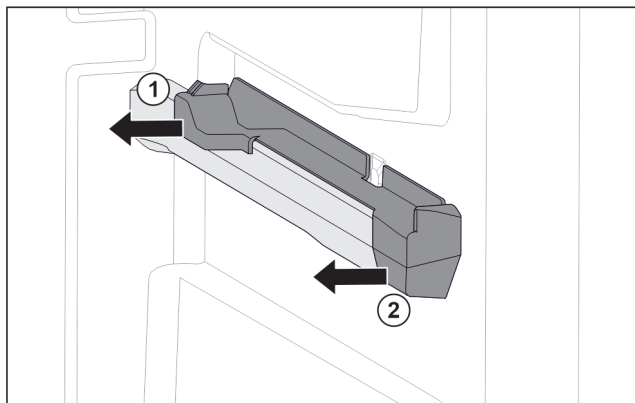

Fig. 103 Elemento inseribile sulla nervatura destra del contenitore
- Estrarre l'elemento inseribile dal lato posteriore di lato. Fig. 103 (1)
- Estrarre l'elemento inseribile dal lato anteriore di lato. Fig. 103 (2)